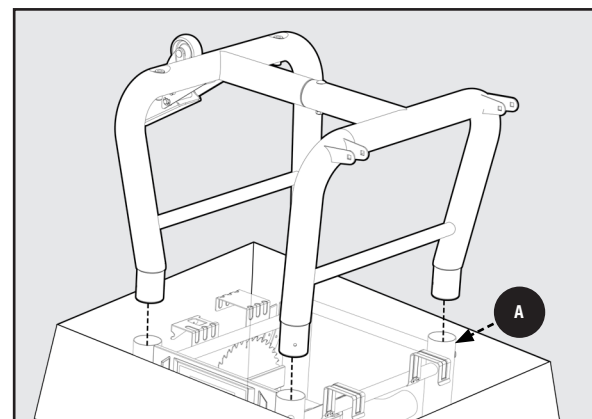

Figura 2
2. Inserte los cuatro extremos abiertos de las patas del tubo en los cuellos de las piernas (A) como se muestra. Usando una llave de 10mm, asegure cada pata con (4) tornillo y tuerca M6 x 72mm (HP4) y (4) Tuerca Nylock M6 (HP5) y apriete. Véase la Figura 2.